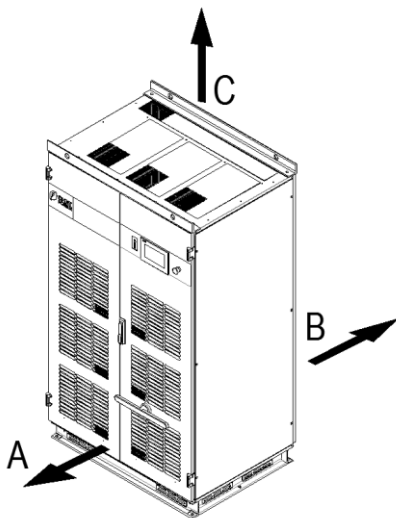

图 3-4 安装空间距离示意图
(2) 变流器与墙壁及其他设备之间必须保留适当的距离，以便满足最窄维护通道、逃逸路线和通风的要求，如图 3-4 及表 3-3 所示。